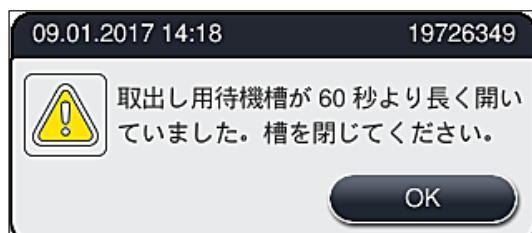

図87
- ・取り出し用待機槽を 60 秒以上開けたままにすると、情報メッセージ (→「図87」) が表示されます。